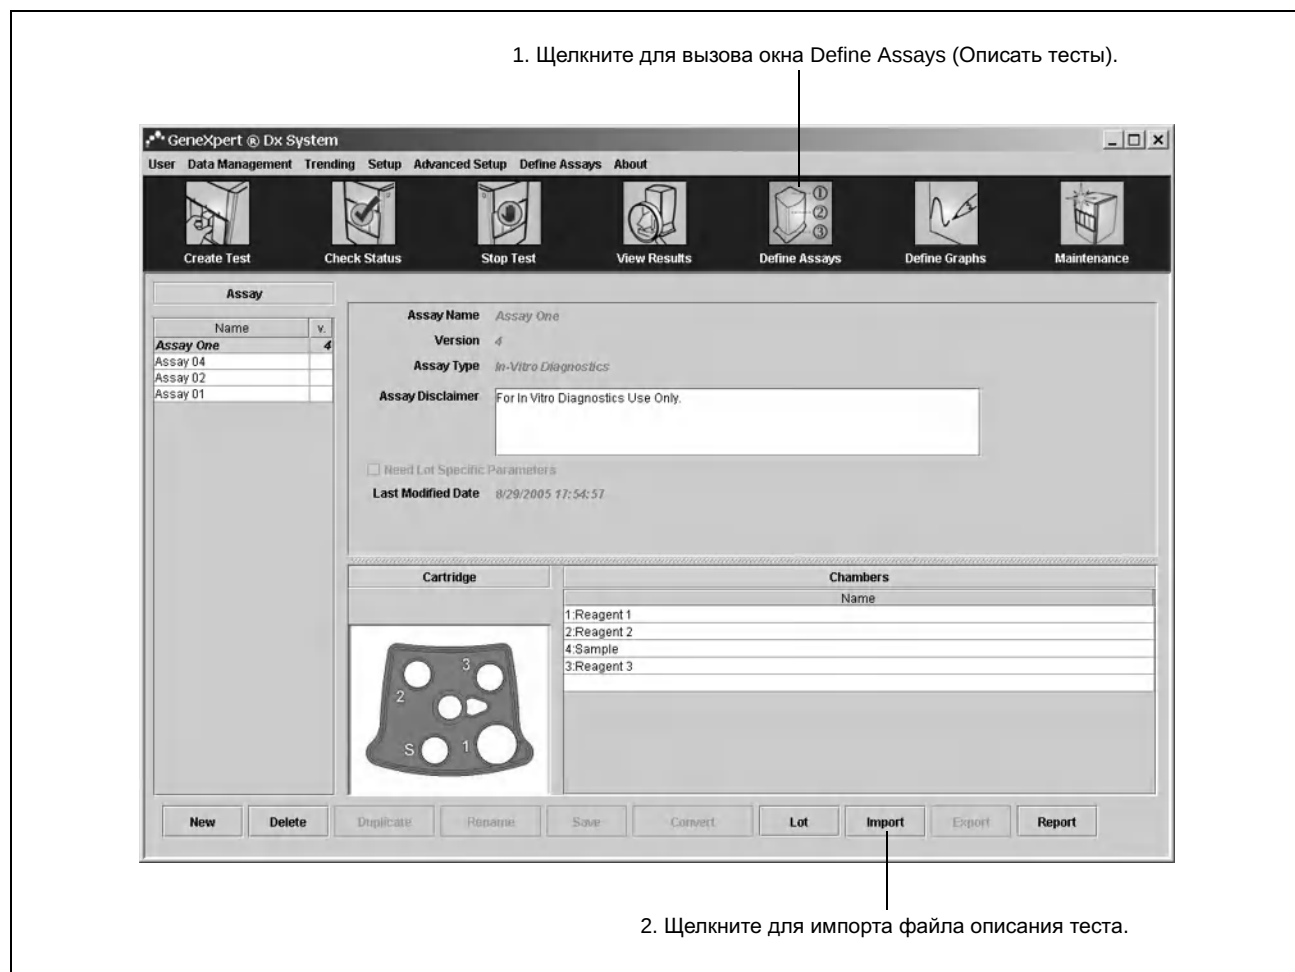
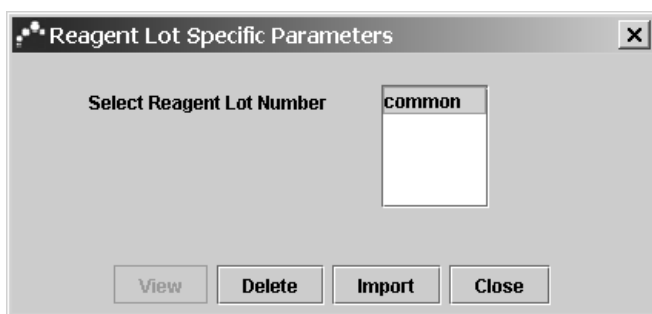

Рис. 2-18. Окно Define Assays (Описать тесты) программного обеспечения системы GeneXpert Dx (для системного администратора).
Рис. 2-19. Диалоговое окно Reagent Lot Specific Parameters (Параметры, специфичные для данного реагента).
1. В окне программного обеспечения системы GeneXpert Dx на панели инструментов щелкните Define Assays (Описать тесты). Появляется окно **Define Assays** (Описать тесты). На Рис. 2-18 показано окно Define Assays (Описать тесты) для системного администратора GeneXpert Dx. Окно для пользователей Detail (Расширенный) и Basic (Базовый) содержит меньше функций.
Для удаления файла описания теста в списке Assay (Тест) в левой части окна Define Assays (Описать тесты) (Рис. 2-18) выберите название теста и щелкните **Delete** (Удалить). Появится запрос на подтверждение. Щелкните **Yes** (Да) для удаления описания теста.
1. В окне Define Assays (Описать тесты) (Рис. 2-18) выберите название теста из списка **Assay** (Тест).
1. В окне Define Assays (Описать тесты) (Рис. 2-18) выберите название теста из списка **Assay** (Тест), расположенного в левой части окна.
1. В окне Define Assays (Описать тесты) (Рис. 2-18) щелкните **Lot** (Партия). Появится диалоговое окно Reagent Lot Specific Parameters (Параметры, специфичные для данного реагента) (Рис. 2-19).
Для создание отчета об описании теста в окне Define Assays (Описать тесты) (Рис. 2-18) щелкните **Report** (Отчет).